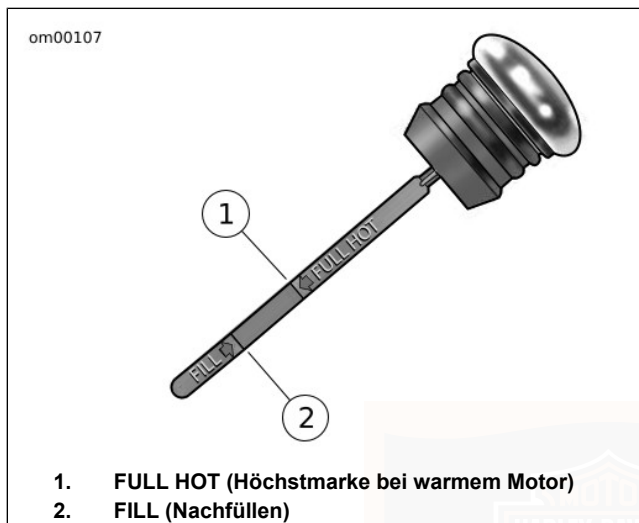

Abbildung 27. Motorölstand
4. Siehe Abbildung 27. Den Ölstand auf dem Ölmesstab prüfen. Bei Bedarf Öl hinzufügen, bis es an der oberen Kerbe des Ölmesstabs (FULL HOT) steht. Den Öltank nicht überfüllen.
10. Siehe Abbildung 27. Motoröl hinzufügen, bis es an der oberen Kerbe des Ölmesstabs (FULL HOT) steht.